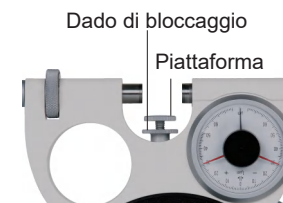

Fig.2
- Utilizzare la piattaforma per limitare la posizione per la misurazione della massa. Allentare il dado di bloccaggio, ruotare la piattaforma nella posizione corretta, quindi ruotare il dado di bloccaggio per serrare la piattaforma (Fig. 2).